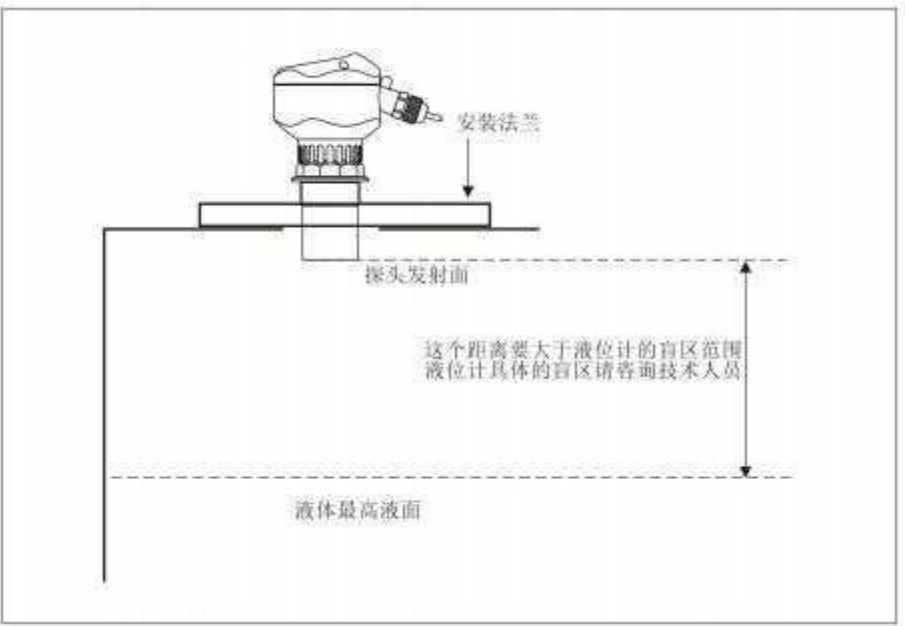

图 6-12 平顶罐不使用接管时安装示意图
2、无接管：直接安装在容器开口上，探头发射面是在基准面以下，如图6-12所示。